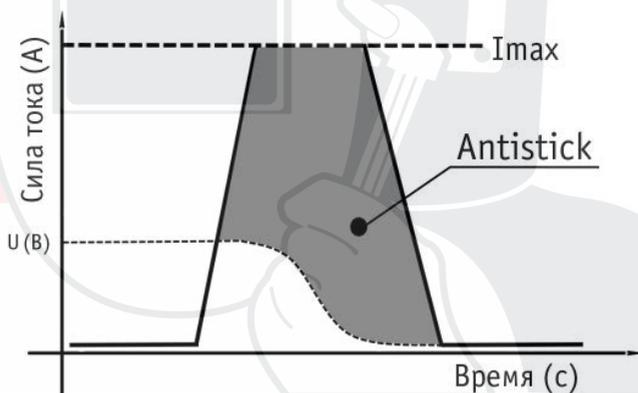

Рис. 6.1.3. Antistick
**Antistick:** данная функция устраняет прилипание электрода к изделию. Аппарат автоматически снижает ток до минимального, чтобы не допустить перегрева электрода (см. рис. 6.1.3).